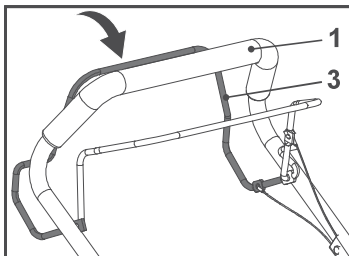

Fig. 13
1. Empuje la palanca de autopropulsión (3) hacia delante y manténgala contra la barra superior del manillar (1) para acoplar las ruedas (Fig. 13).
2. Suelte la palanca de autopropulsión (3) para desembragar las ruedas.